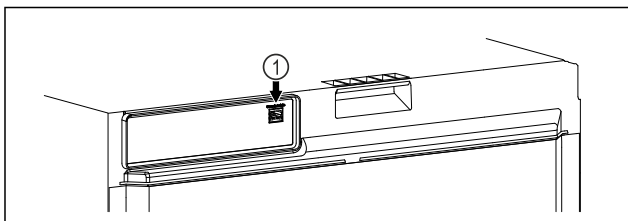

Fig. 110
- SmartModule Fig. 110 (1) er indsat.